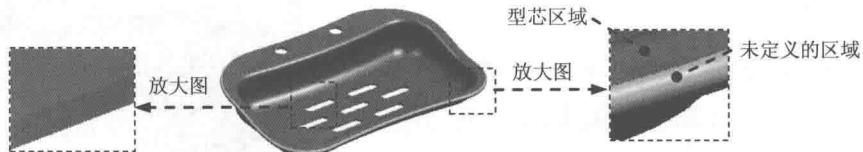

图 1.9 设置区域颜色
Step3. 拆分面。在“检查区域”对话框中单击“计算”按钮 ，系统开始对产品模型进行分析计算。单击 **面** 选项卡，可以查看分析结果。单击 **区域** 选项卡，取消选中  内环、 分型边 和  不完整的环 三个复选框，然后单击“设置区域颜色”按钮 ，设置各区域的颜色，结果如图 1.9 所示；在 **未定义的区域** 区域中选中  交叉竖直面 复选框，此时系统将所有的交叉竖